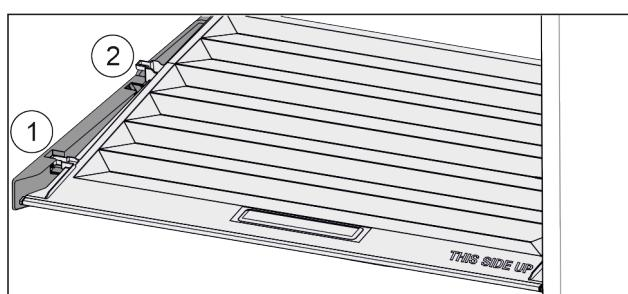

Fig. 46
- Veko potiahnite dopredu až k otvoru v prídržných dieloch Fig. 46 (1).
- Vzadu ho nadvihnite zospodu a zložte smerom nahor Fig. 46 (2).